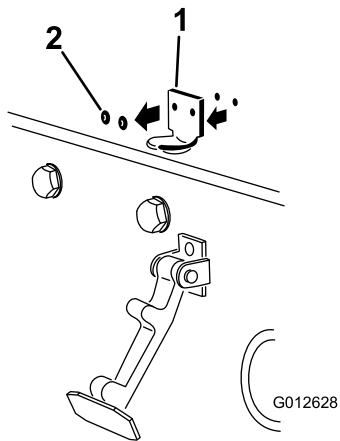

**Figura 4**
1. Desenganche el cierre del capó del cerradero del capó (Figura 4).